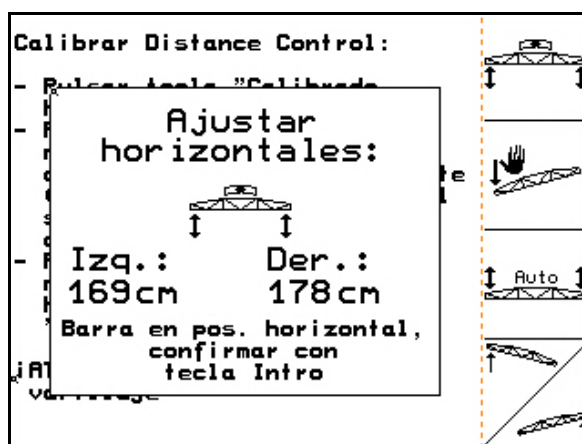

Fig. 30
4. Alinear el varillaje horizontalmente. La altura actual de los dos sensores se muestra de forma permanente (Fig. 30).